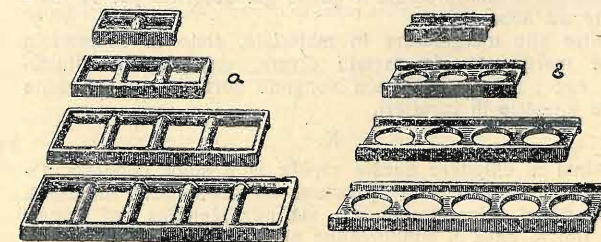

Fig. 9.
**Lingotti e margini.** — Si ottengono in materiale dolce, mediante fusione in apposite forme, di cui un tipo è rappresentato in fig. 9. Si hanno naturalmente tante matrici diverse, le quali possono venir adattate alla stessa forma.